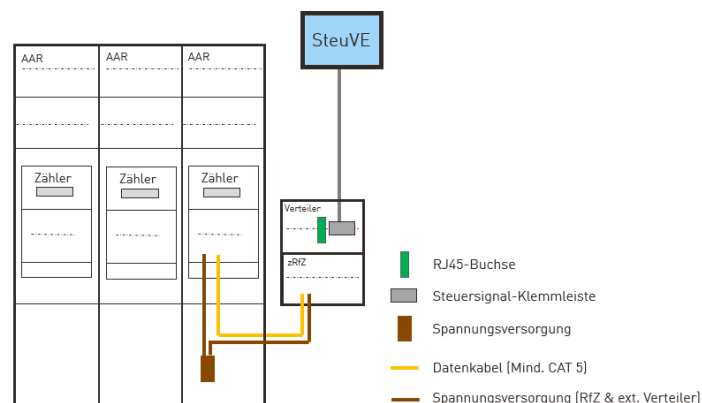

Abbildung 4: Vorbereitung Steuerung über einen externen Verteiler
- es kann ein Steuergeräteplatz außerhalb des Zählerschranks in dessen unmittelbarer Nähe errichtet werden (siehe Abbildung 4). Dieser Steuergeräteplatz muss mindestens die Funktionsfläche „RfZ“ und die Funktionsfläche „Verteilerfeld“ beinhalten. Das Gehäuse entspricht DIN VDE 60670-24 (plombierbar und min. 2 x 12 TE) und ist in unmittelbarer Nähe zum Zählerschrank zu verorten. Das Gehäuse ist mit der Spannungsversorgung und der Datenleitung mind. CAT 5 vorzubereiten.